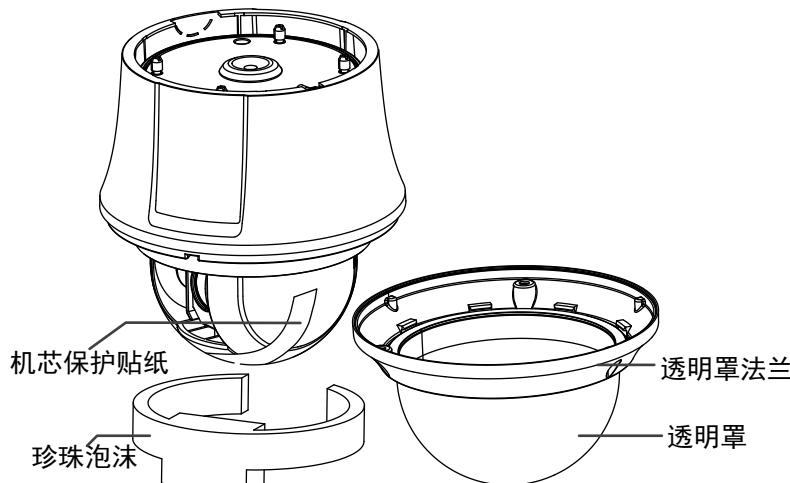

图2-44 智能球的拆封
1. 拧松智能球法兰上共 3 颗锁紧螺丝，取下透明罩，如图 2-44 所示。